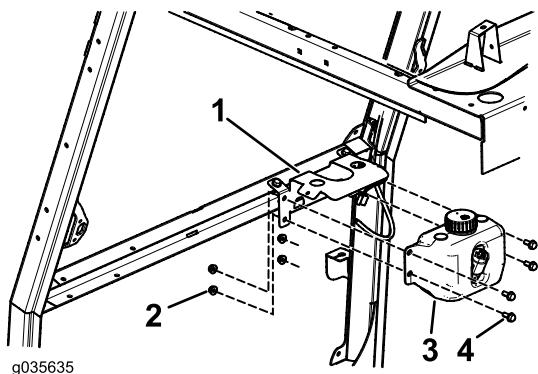

図 7
2. ブラケットにタンクを取り付けるボルト5/16 x 3/4 インチ4本、フランジナット5/16 インチ4個を使用して図7のように取り付ける。